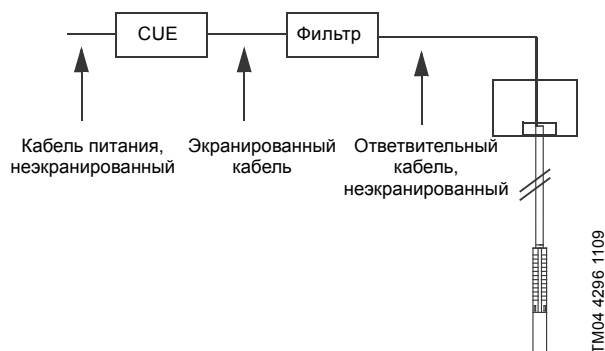

Рис. 23 Пример монтажа, когда CUE и фильтр установлены в зоне повышенных требований к ЭМС излучению
- установка на площадках, не чувствительных к ЭМП. См. рис. 23.